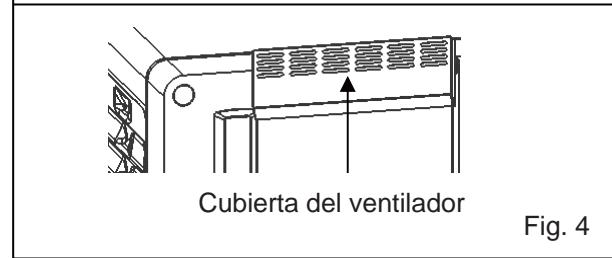

Fig. 4
5. Saque la cubierta del ventilador (Fig. 4).